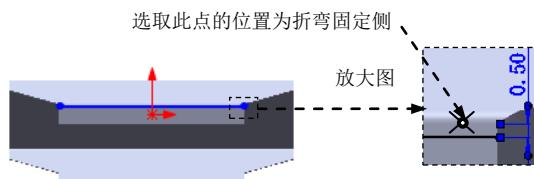

图 11.2.24 固定侧的位置
(3) 定义折弯固定侧。在图 11.2.24 所示的位置处单击，确定折弯固定侧。
(4) 定义钣金参数属性。在 **折弯参数(P)** 区域的 **文本框** 中输入折弯角度值 45.0，在 **折弯位置:** 区域中单击“材料在外”按钮 。
(5) 单击  按钮，完成绘制的折弯 4 的创建。